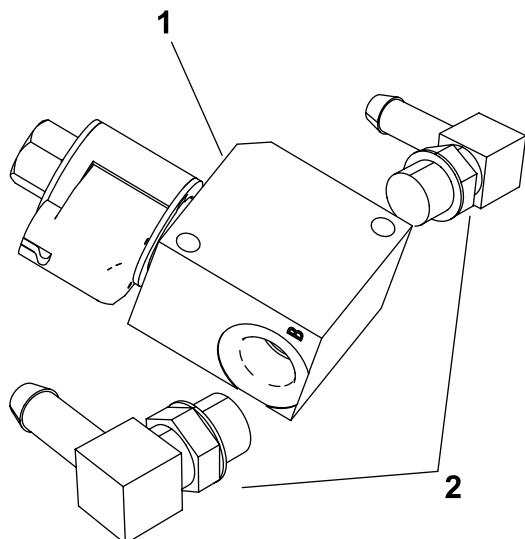

Figura 7
- Installate 2 raccordi idraulici a 90° davanti e dietro alla valvola a solenoide (Figura 7).